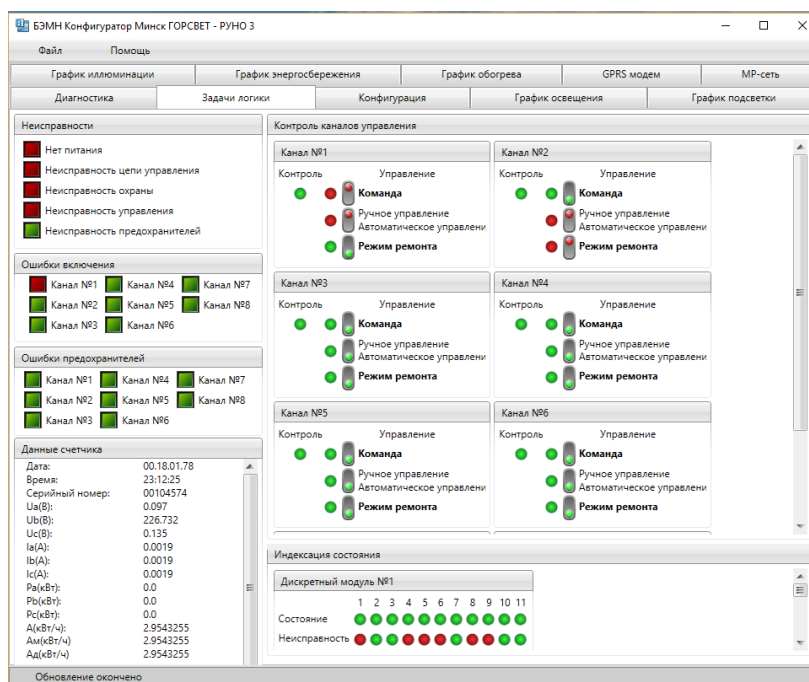

Рисунок 5.7 – Окно «Задачи логики» в БЭМН конфигураторе РУНО 3
5.3 В вкладке «ЗАДАЧИ ЛОГИКИ» рассматривается работа логики РУНО 3 по заданной конфигурации устройства (рисунок 5.7). Данное окно вкладки также поделено на области:
в) «Контроль каналов управления». Зеленый цвет индикатора и нижнее положение тумблера означает выключенное состояние (или работа в автоматическом режиме управления (по графику)). На примере выше (рисунок 5.7) управление каналом №1 находится в ручном режиме и подана команда на включение реле, а «Режим ремонта» отключен. Индикатор «Контроль» горит красным, если на дискретный вход контроля цепи управления приходит сигнал (напряжение), зеленым – если не приходит (при этом отображается неисправность цепи управления в области «Неисправности»).